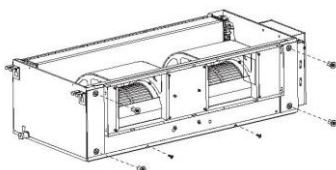

Fig. 9-2
2. Soltar los cuatro pernos y los dos tornillos que se usan para fijar la placa del lado delantero, fig. 9-2